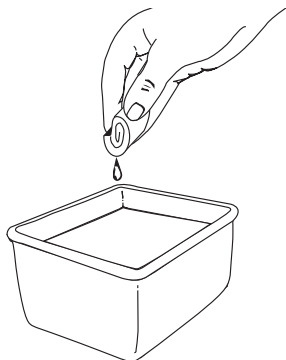

Figure 31
3. Lavez le filtre dans un mélange d'eau et de détergent (Fig. 31). Rincez le filtre abondamment et laissez-le sécher.